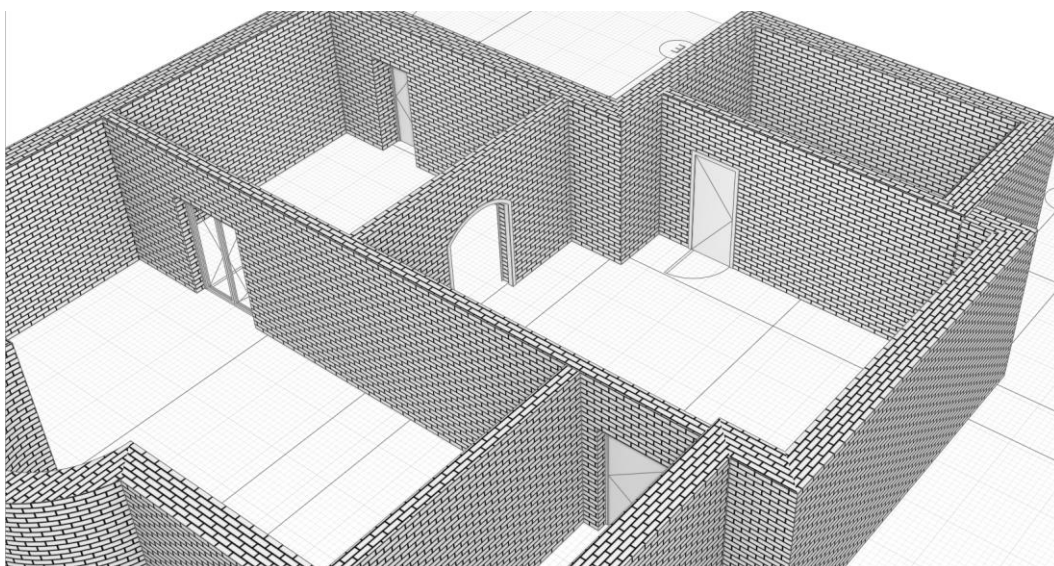

Рис. 6 Вставка дверей
7. Вставляем ещё одни двери. Параметры: высота – **2100 мм.**, ширина – **900 мм.**, стиль – **однополюсная распашная (глухое темное)**, марка – **Д5**. Вставляем дверь (рис. 6)